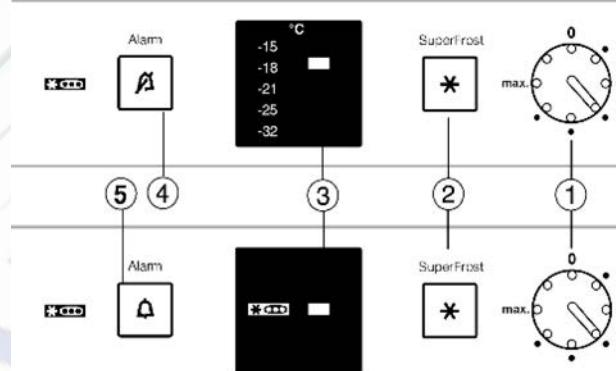

Рис. 2
- Поворачивайте регулятор температуры Рис. 2 (1) монетой вправо.
- ▶ Нажмите кнопку активирования/деактивирования аварийной сигнализации *Рис. 2 (4)*.